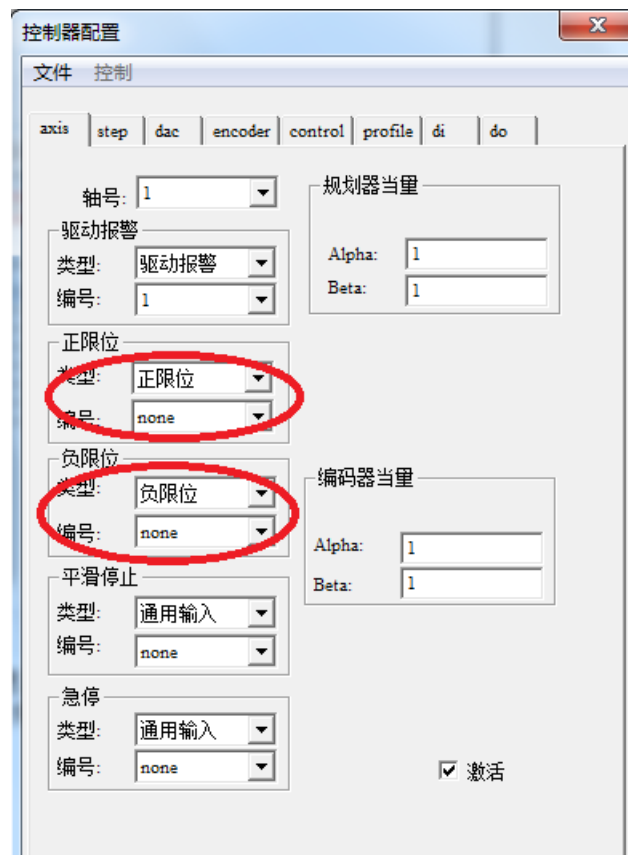

图 15
5、打开mct2008，选择工具→控制器配置，正、负限位选择none，如图15